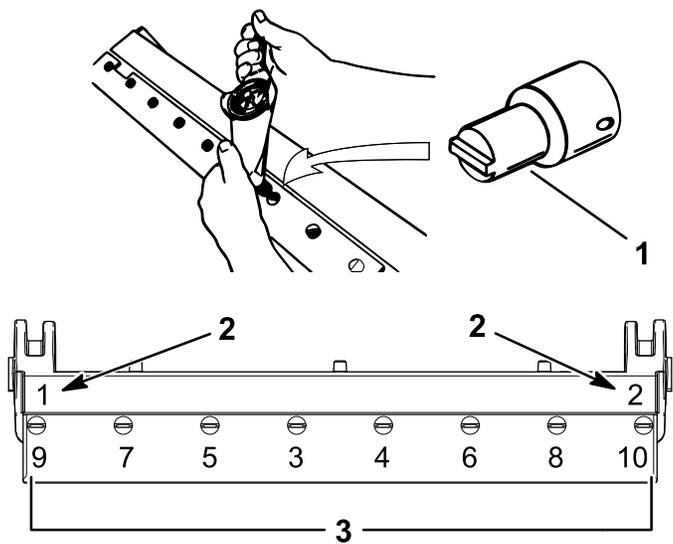

Figura 40
- 4. Apriete los 2 tornillos exteriores a 1 N·m; consulte la Figura 40.
- 5. Trabajando desde el centro de la contracuchilla, apriete los tornillos a 23-28 N·m; consulte la Figura 40.